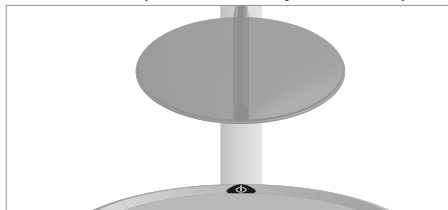

Fig. 3: Aparcar la cubierta de lupa.
- Sujete la cubierta de lupa en el varillaje de la lámpara, ver fig. 3.